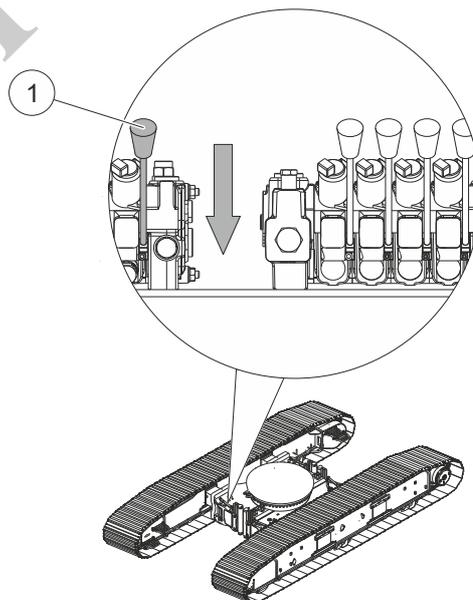

Fig. 261 Control de emergencia para la telescopización del tren de rodaje
- 6 Empuje la palanca (1, Fig. 261) hacia abajo hasta que el tren de rodaje quede completamente extendido.